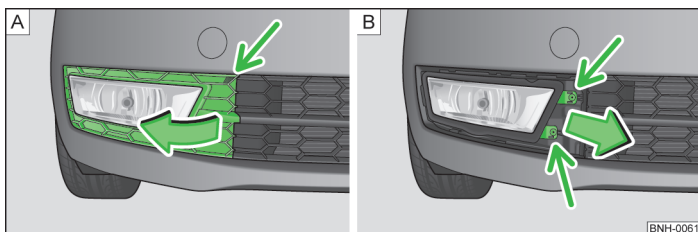

Abb. 130 Vorderer Stoßfänger: Schutzgitter / Ausbau des Nebelscheinwerfers
- Das Schutzgitter an der mit dem Pfeil gekennzeichneten Stelle » Abb. 130 -  mithilfe des Bügels zum Abziehen der Radvollblenden » Seite 148, Bordwerkzeug lösen.
- Das Schutzgitter in Pfeilrichtung abnehmen » Abb. 130.
- Den Nebelscheinwerfer » Abb. 130 -  mit dem Schraubendreher aus dem Bordwerkzeug abschrauben.
- Bei erneutem Einbau den Nebelscheinwerfer entgegen der Pfeilrichtung » Abb. 130 -  einsetzen und festschrauben.